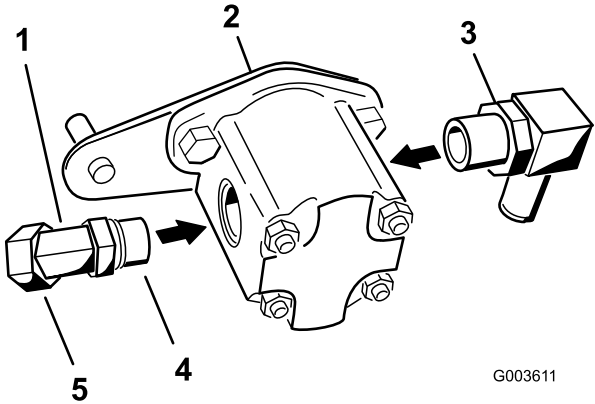

Figura 18
2. Instale el codo de 45 grados en el lateral de la bomba hidráulica (Figura 18).